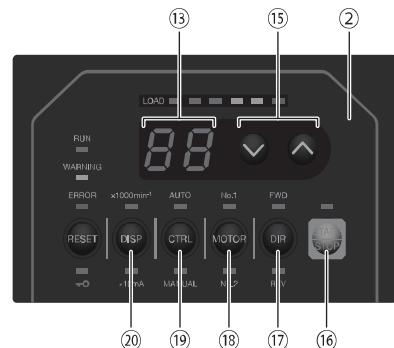

图20
15-2 选择控制模式 (MANUAL/AUTO)。（选择图20的控制切换按钮 (CTRL) ⑯。）
(1) 使用控制切换按钮 (CTRL) ⑯，您可以切换启动/停止马达的操作模式、设置旋转方向、马达转速等。
(1) 设定马达旋转方向
设定马达旋转方向（设定图20的旋转方向按钮 (DIR) ⑯。）
(2) 马达选择
选择希望控制的马达。（图20的马达主轴选择 (MOTOR) 按钮 ⑰。）选择No. 1马达主轴时，No. 1 LED 将亮灯。选择 No. 2 马达主轴时，No. 2 LED 将亮灯。
(3) 马达启动/停止（通过按下图20的启动/停止按钮 (START / STOP) ⑯ 马达启动/停止。）
(4) 设定马达转速
设定马达转速（设定图20的马达转速调节按钮 (SPEED ↓, ↑) ⑮。）